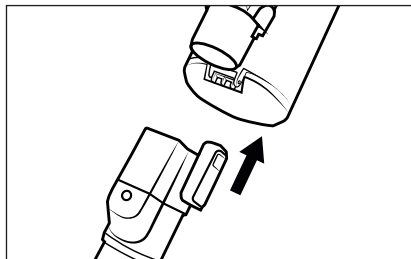

Fig. 1
- 1) Glissez le tube d'aspiration **23** sur l'appareil jusqu'à ce qu'il s'enclenche de manière audible avec un clic (voir fig. 1).